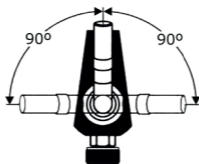

Figura 12 – Ángulos giratorios del tubo de llama
1. Suelte la tuerca del tubo de llama del soplete (6).
2. Gire el tubo de la llama (7) hasta la posición deseada. Apriete firmemente la tuerca del tubo de llama (6).
- NO POSICIONE EL TUBO DE LLAMA (7) EN UNA POSICIÓN NO SEGURA. NO GIRE EL TUBO DE LLAMA (7) MÁS ALLÁ DEL ÁNGULO DE 90°, COMO MUESTRA LA FIGURA 12.